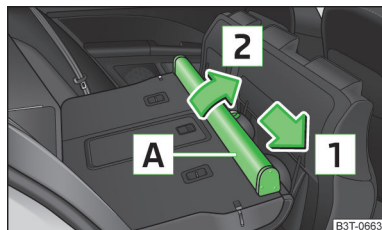

Fig. 121
- Desplazar la caja **A** en el sentido de la flecha **1** y sacarla de los alojamientos en los asientos posteriores en el sentido de la flecha **2** » fig. 121.
- Introducir las entalladuras de la caja **A** » fig. 121 en los alojamientos de los respaldos de los asientos traseros.